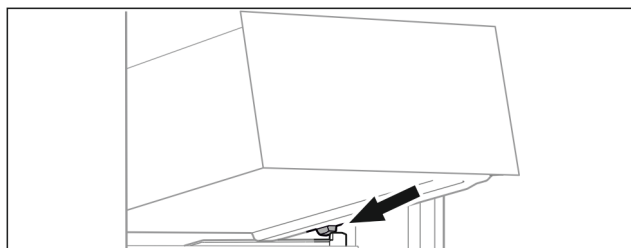

Fig. 35
- ▶ Nasadte zásuvku šikmo za zářezky na žebrování na nádoby. (viz Fig. 35)